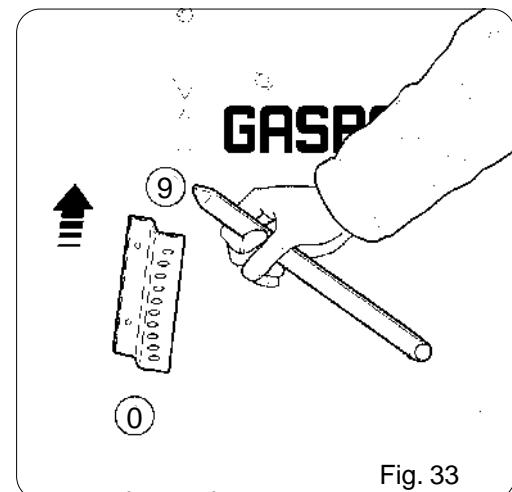

Fig. 33
- per grandi quantità è consigliabile utilizzare la manovella sul cambio per ruotare l'asse agitatore, controllando così la quantità in scarico sulle vaschette; per le piccole quantità da scaricare, spostare la leva del dosatore oltre la posizione 9 (Fig. 33).
- for large quantities, it is advisable to use the crank on the gear shift to rotate the agitator axis to better control seed flow into the bins. To empty small amounts of seed, shift the doser lever beyond position 9 (Fig. 33).
- Bei größeren Mengen wird empfohlen, die Kurbel am Getriebe zu verwenden, um die Rührwellenachse zu drehen und um somit die in die Sammelbehälter abgegebene Menge zu kontrollieren. Bei kleineren abzulassenden Mengen ist der Dosiererhebel über die Position 9 hinaus zu verschieben (Abb. 33).
- Para grandes cantidades se aconseja utilizar la manivela colocada sobre el cambio para girar el eje agitador, se controla así la cantidad que se está descargando en las cubetas; si se deben descargar pequeñas cantidades, mover la palanca del dosificador en una posición que sea superior a 9 (Fig.33).